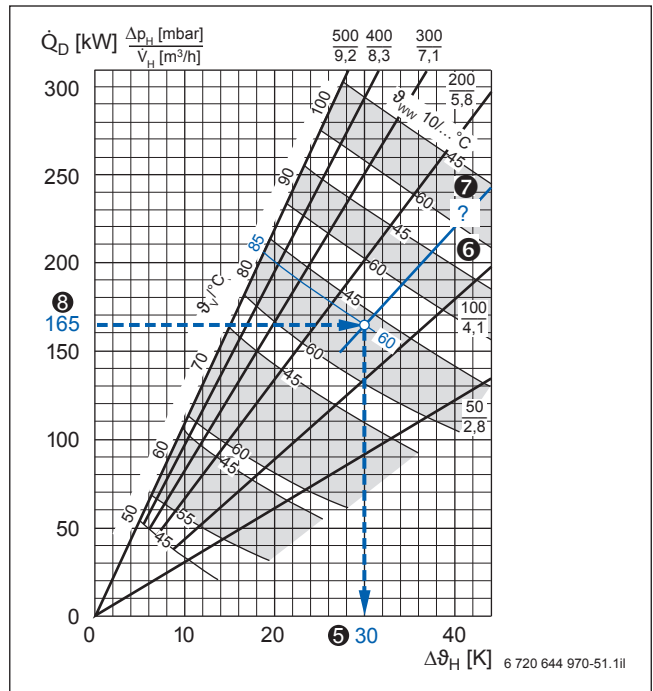

Bild 64 Warmwasser-Dauerleistung Logalux LTH750 und LTH950; Beispiel blau hervorgehoben (Vorlage → Bild 88, Seite 115)
Gemäß dem ermittelten Speichereinhalt ❸ wird der Warmwasserspeicher Logalux L2TH1900 ❹ ausgewählt. Dieser Doppelspeicher besteht aus 2 Warmwasserspeichern Logalux LTH950. Für die geforderte Vorlauftemperatur von 85 °C ist somit in das Dauerleistungsdiagramm des Warmwasserspeichers Logalux LTH950 eine Hilfslinie für eine Warmwasser-Austrittstemperatur von 60 °C einzutragen. Diese Hilfslinie ergibt sich als gemittelte Linie zwischen der Kurve  $\vartheta_{WW} = 10/60\text{ °C}$  des Feldes  $\vartheta_V = 80\text{ °C}$  und der Kurve  $\vartheta_{WW} = 10/60\text{ °C}$  des Feldes  $\vartheta_V = 90\text{ °C}$  (Beispiel → Bild 64). Die heizwasserseitige Temperaturdifferenz ❺ bei einer Warmwasser-Dauerleistung von  $\dot{Q}_D = 165\text{ kW}$  ❸ (pro Speicher) ist ablesbar. Der Volumenstrom ❻ und der heizwasserseitige Druckverlust ❼ sind nicht exakt aus dem Dauerleistungsdiagramm zu bestimmen.